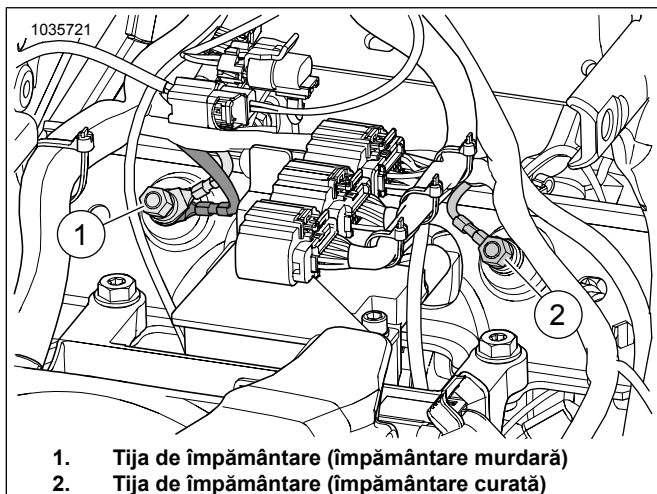

Figura 15. Locațiile tijei de împământare ale cutiei bateriei
Consultați Figura 15. Direcționați și conectați cablul de împământare ATM la tija **curată** de împământare (2). Strângeți la: